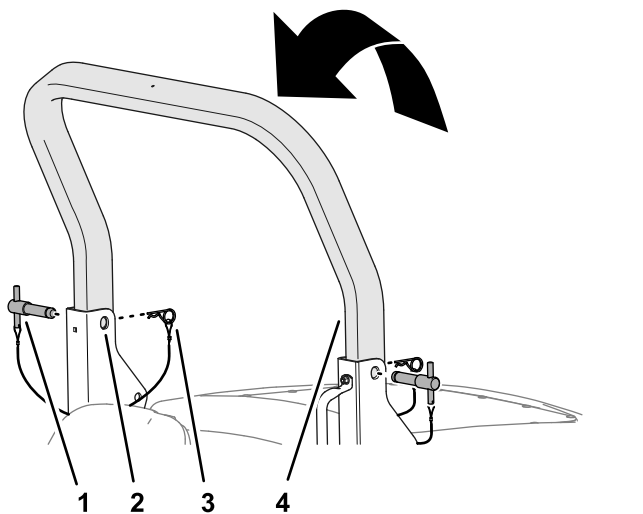

Figura 23
3. Eleve a barra de segurança superior até que os furos na barra de segurança fiquem alinhados com os suportes da articulação (Figura 23).
4. Insira os pinos da barra de segurança através dos furos superiores dos suportes da articulação e da barra de segurança superior (Figura 23).
5. Prenda os pinos da barra de segurança aos suportes da articulação com os pernos de gancho (Figura 23).